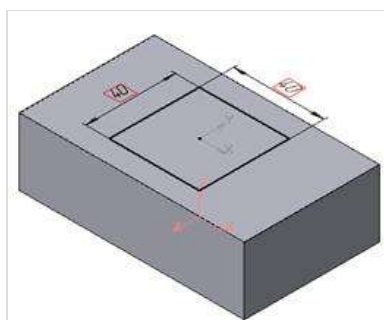
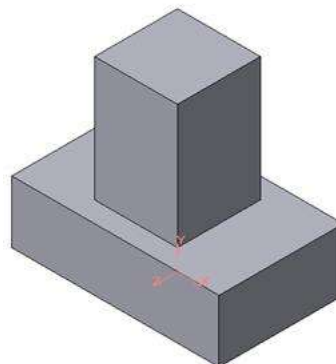

Рис.30 Эскиз призмы
Рис.31 Операция приклеивания элемента
2. Для построения верхнего элемента детали - прямоугольной четырехгранной призмы на верхней плоскости основания вычертим эскиз - квадрат со сторонами 40 мм (рис.30) и приклеим призму выдавливанием на 50мм (рис.31).